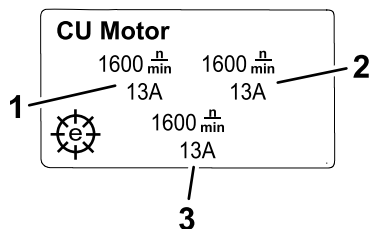

Bild 20
- **Informationsbildschirm für den Motor des Mähwerks** (Bild 20): Zeigt die Geschwindigkeit und den Strom jedes Mähwerkmotors an.